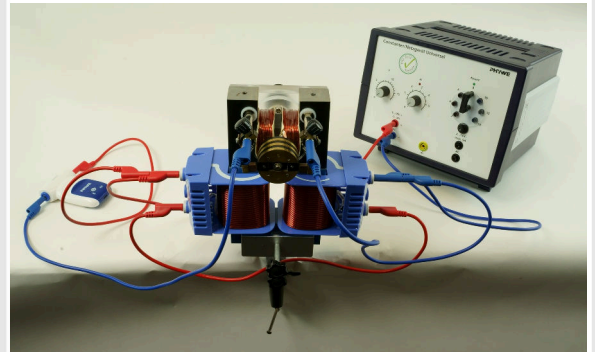

Fig. 2
- Complétez la structure selon les Fig. 2 et Fig. 3.